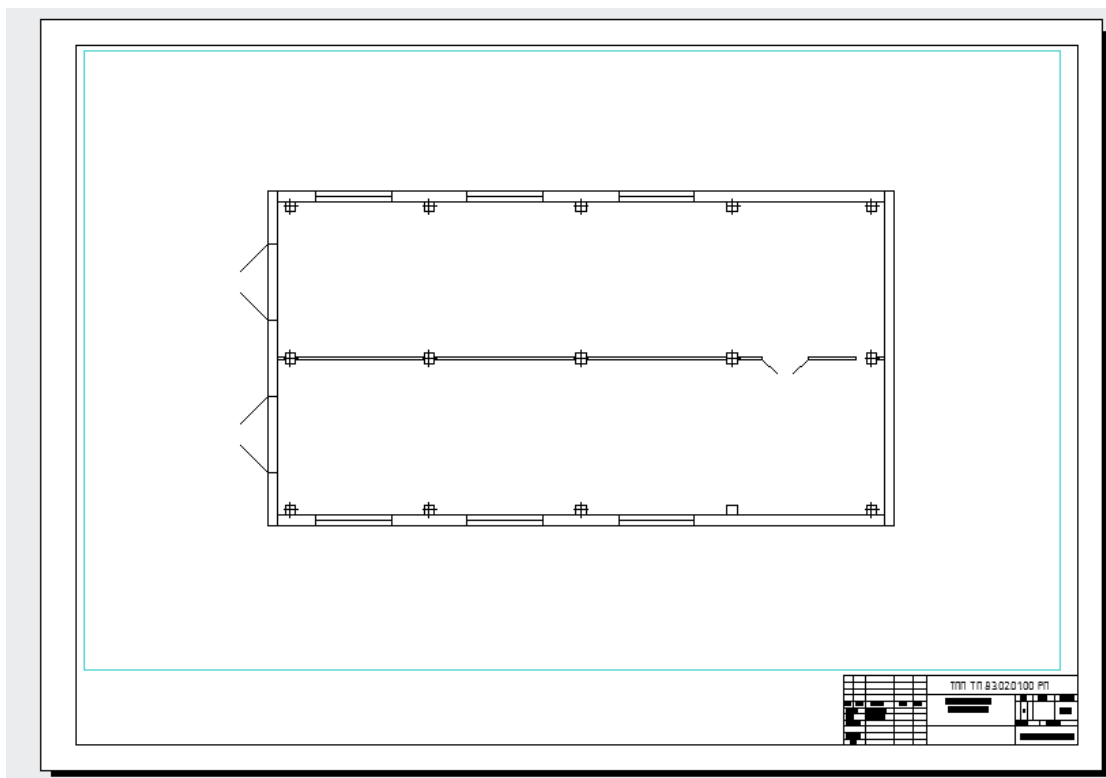

Рисунок 12.10
- чертеж с вспомогательными элементами – размерами и т.п. должен полностью помещаться в Видовом экране и занимать не менее 75% площади листа (рис.12.10).